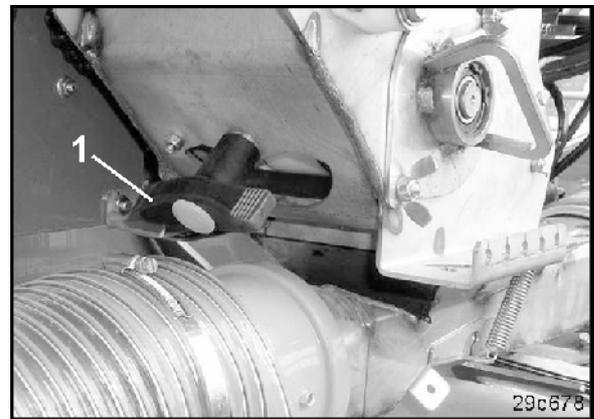

Fig. 124
- Restentleerungsklappe öffnen durch Drehen des Griffes (Fig. 124/1).
- Restentleerungsklappe (Fig. 124/1) schließen und die Abdrehwanne an der Transporthalterung befestigen.